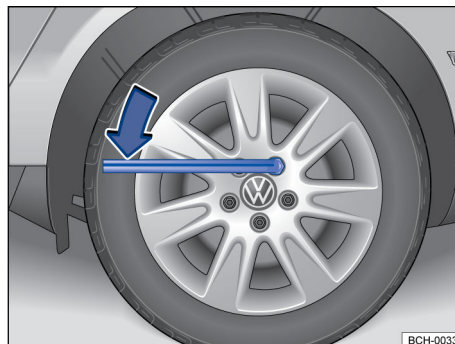

Fig. 197 Cambio de rueda: aflojar los tornillos de la rueda.
- Encajar la llave de rueda en el tornillo de la rueda hasta el tope → fig. 197.